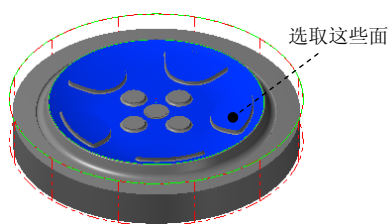

图 15.39 选取干涉面
(2) 单击 **干涉面** 区域中的  按钮，选取图 15.39 所示的面为干涉面（共 8 个），然后按 **Enter** 键。单击  按钮完成加工区域的设置，同时系统弹出“曲面精加工等高外形”对话框。